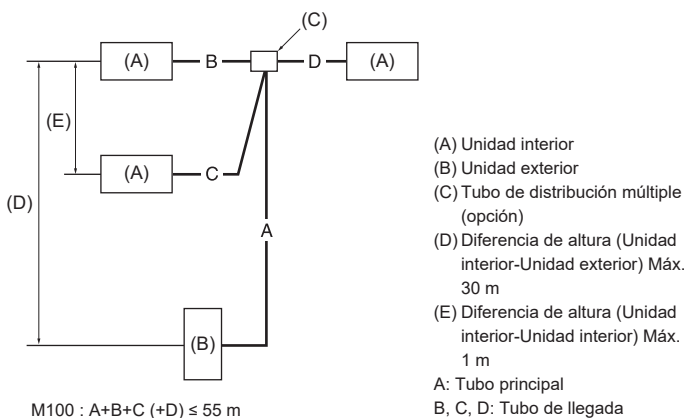

Fig. 4-8
4.8. Para una combinación doble/triple (Fig. 4-8)